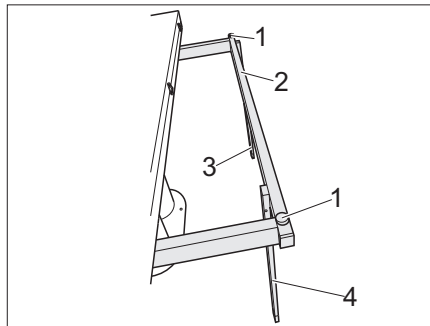

Bild 111 Abstützungen senkrecht stellen
- Tischunterbau (Bild 111,2) herausziehen.
- Abstützungen (Bild 111,3 und 4) senkrecht stellen.
- Gewünschte Höhe der Tischplatte mit den zwei Einstellschrauben (Bild 111,1) einstellen.